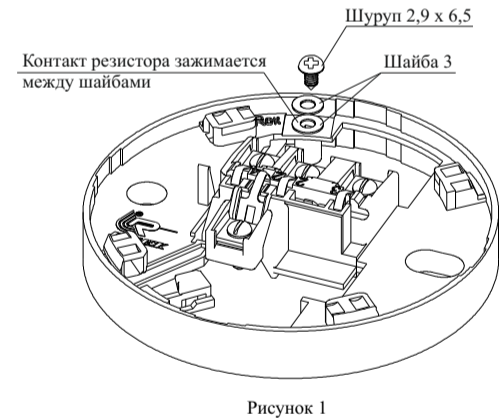

Рисунок 1
- Для подключения извещателя к прибору с использованием добавочного резистора в базовых основаниях W1.05, W3.05 имеется пятый контакт, обозначенный Rok (рисунок 1). Схема подключения приведена на рисунке В.2 приложения В.